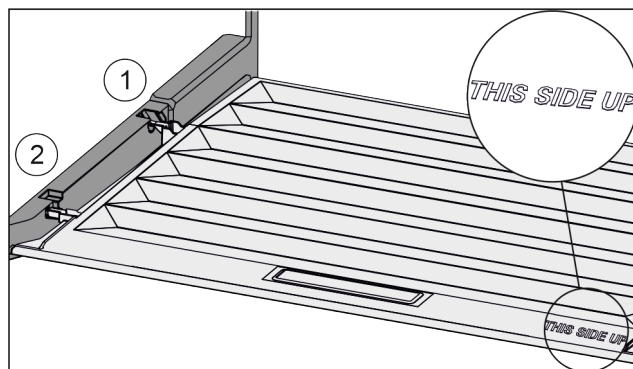

Fig. 37
- ▶ Пъхнете шийките на капака през отвора в задния държач Fig. 37 (1) и фиксирайте отпред в държача Fig. 37 (2).